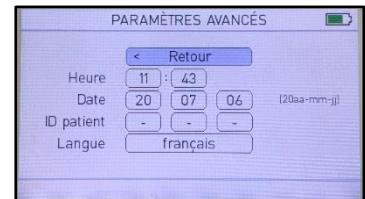

Figure 45. Paramètres avancés
2. Sélectionnez Paramètres en appuyant sur (Voir Figure 45). A partir de ce menu, vous pouvez régler la date, l'heure, l'identification du patient et la langue de la console.
1. Dans Paramètres avancés (Voir Figure 45) sélectionnez heure.
1. Dans Paramètres avancés (Voir Figure 45) sélectionnez Date.
1. Dans Paramètres avancés (Voir Figure 45) sélectionnez ID patient.
1. Dans Paramètres avancés (Voir Figure 45) sélectionnez langue.